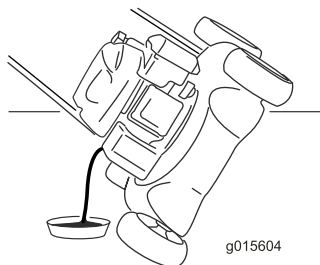

Figure 26
5. Inclinez la machine sur le côté (jauge en bas) pour vidanger l'huile usagée par le goulot de remplissage (Figure 26).